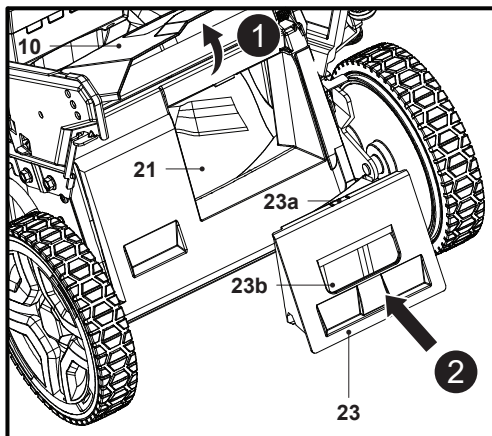

Fig. 14
1. Ouvrir le déflecteur (10), maintenir la poignée encastrée (23b) et insérer l'obturateur mulching (23) dans la goulotte d'éjection arrière (21) (Fig. 14). S'assurer que le loquet de verrouillage (23a) s'enclenche dans la goulotte d'éjection arrière (21).